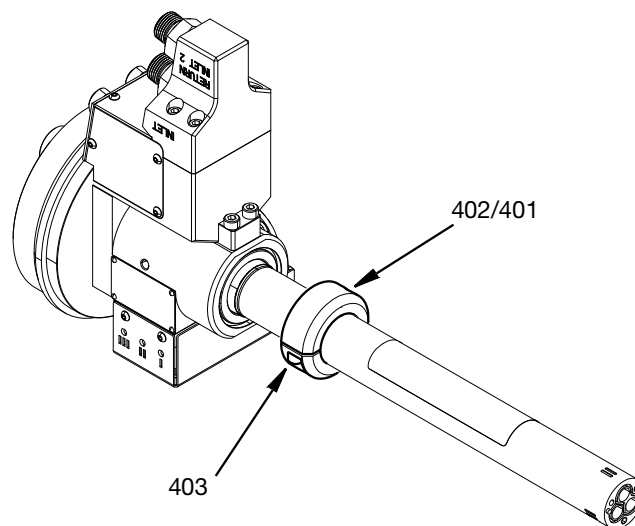

FIG. 16
8. Med adaptern borttagen från mittkroppen, lossa de två M5-skruvarna (403) och ta bort låsringen (401) med brikan (402). Se FIG. 16.